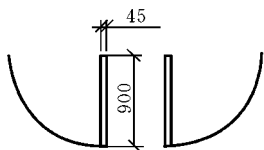
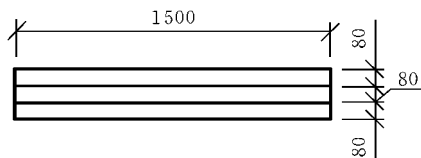

图 3.36
图 3.37
④ 左门和右门的尺寸为 900×45 ,如图 3.36 所示；
⑤ 墙体上的窗洞尺寸为 1500×240 ；
⑥ 窗户的尺寸为 1500×240 ,如图 3.37 所示。